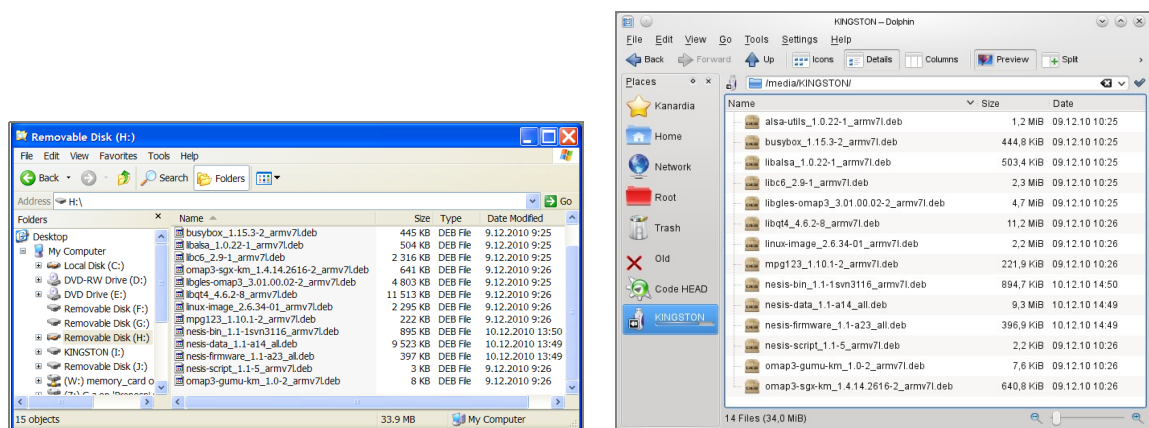

Abbildung 34: Dateien, entpackt in die Hauptmappe vom USB-Stick. Windows Explorer (links), Linux KDE Dolphin (rechts).
1. Auf dem Einstellungsbildschirm ist das Icon für „Software Updates“ zu wählen und das entsprechende Passwort einzugeben. Abbildung 34 zeigt ein Beispiel für das zugehörige Fenster mit einer Update-Liste. Dateien, die nicht modifiziert werden dürfen, werden nicht angezeigt. Somit sind auf der Liste weniger Dateien zu sehen, als auf dem USB-Stick hinterlegt sind.